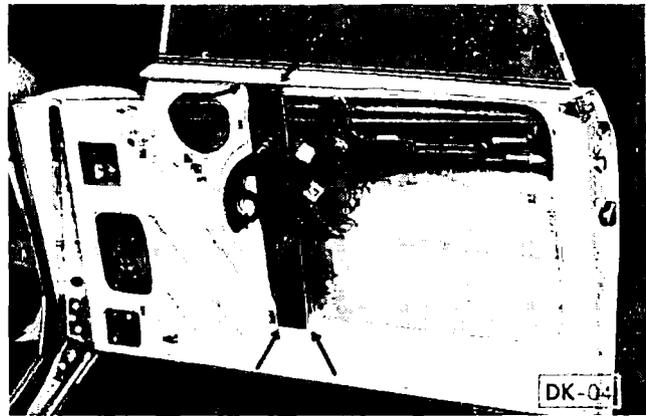

Abb. 28: Entfernen des Fensterkurbelwerkes
- 3) Nachdem die Schrauben, welche das Fensterkurbelwerk halten, gelöst werden, kann dieses leicht und vorsichtig aus den Führungsnuten des Fensterrahmens entfernt werden. (Siehe Abb. 28)